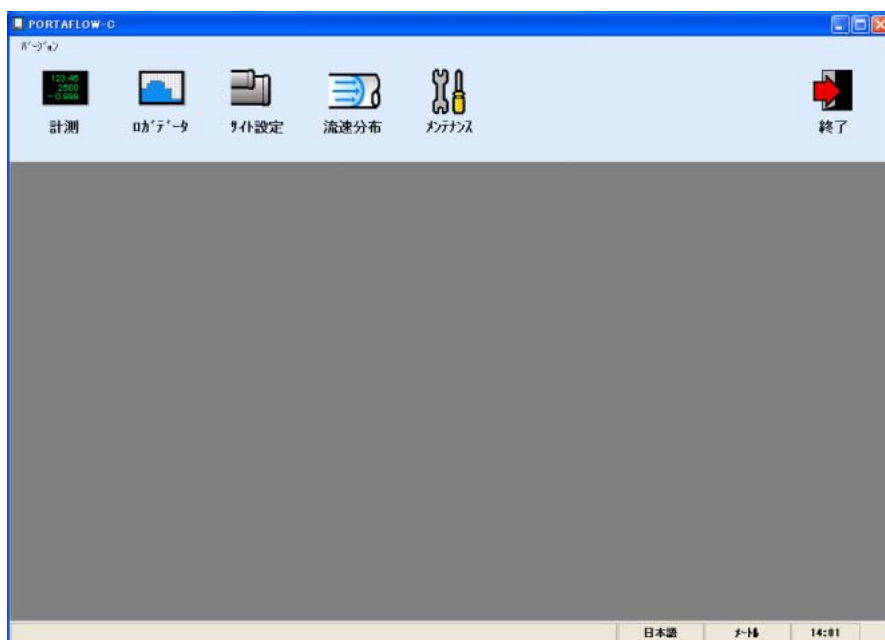

図4-2 <メニュー画面>
- ・ 図 4-2 <メニュー画面>が表示されます。この際、ini ファイルの読み込み、流量計と通信を行い、単位情報を取得します。